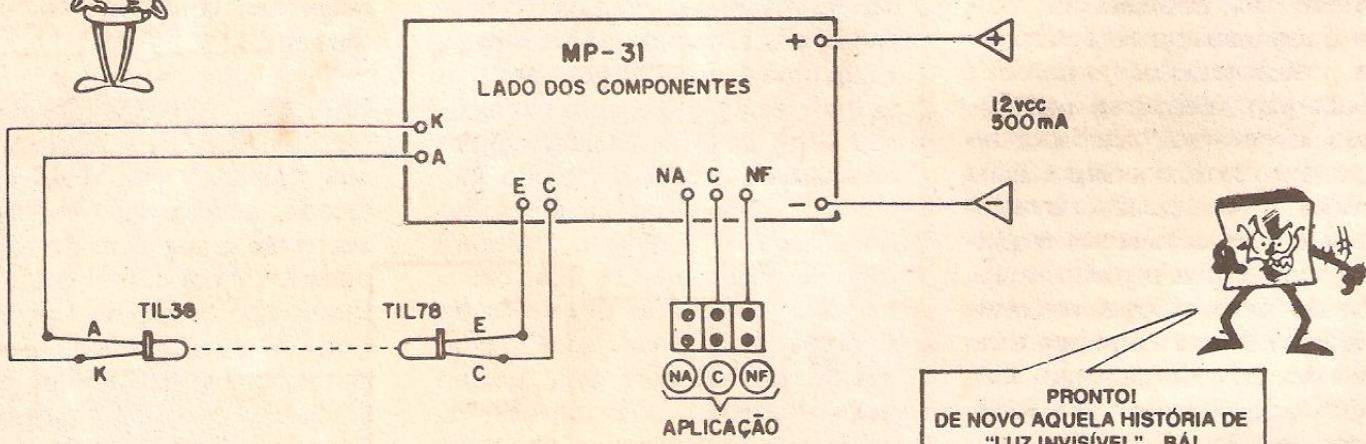

Fig. 6
- FIG. 6 - CONEXÕES EXTERNAS À PLACA - A placa continua “olhada” pelo lado não cobreado, desprezando-se momentaneamente a visualização dos componentes “em cima” dela, que já foram abordados na figura anterior... O que interessa, agora, são as conexões periféricas, entre a placa e o que está “fora dela”... Observar bem a polaridade da alimentação (convém codificar, como é norma, o fio do positivo